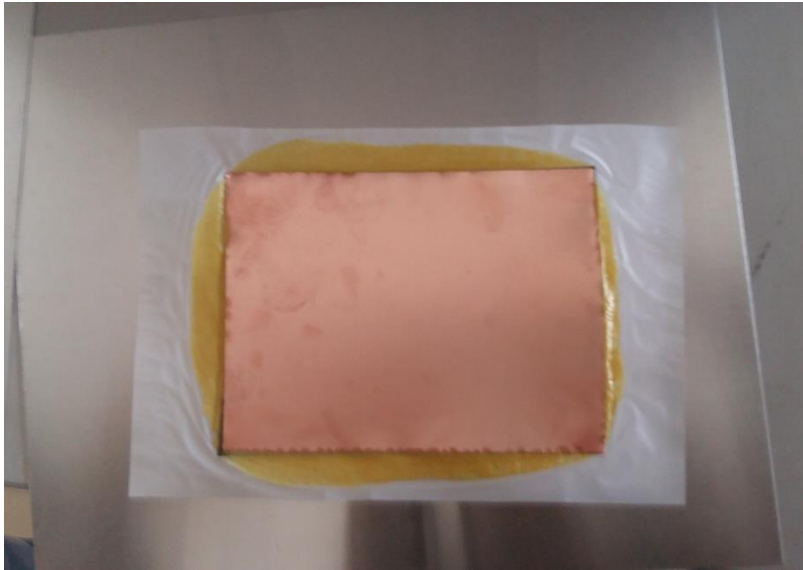

Figura 42. Producto terminado sin tedlar.
- Retire la hoja de tedlar como se muestra en la Figura 42.